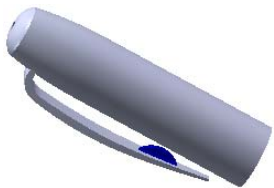
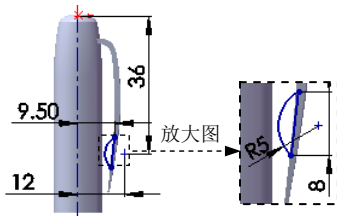

图 3.31.13 拉伸 1
图 3.31.14 横断面草图
Step12. 创建图 3.31.13 所示的零件特征——拉伸 1。选择下拉菜单 **插入(I)** → **凸台/基体(B)** → **拉伸(E)** 命令; 选取前视基准面作为草图基准面, 绘制图 3.31.14 所示的横断面草图; 采用系统默认的深度方向, 在 **方向1** 区域的下拉列表中选择 **两侧对称** 选项, 输入深度值 1.0; 单击 **✓** 按钮, 完成拉伸 1 的创建。